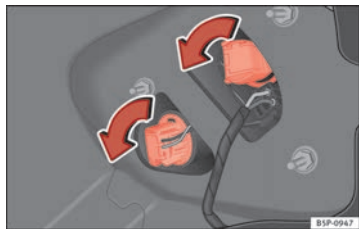

Abb. 196 Rücklichter an der Karosserie
- Drehen Sie den Lampenträger nach links ⇒ Abb. 196.